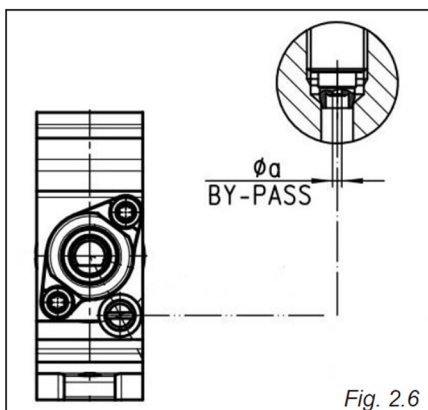

Fig. 2.6
Les robinets de la table de cuisson sont équipés de dispositifs de sécurité ; dans ces robinets, la vis de ralenti est située à l'extérieur du robinet (fig. 2.6).
- Retirez le bouton du robinet et, à l'aide d'un tournevis, intervenez sur la vis "A" (fig. 2.6) jusqu'à ce que la flamme soit conforme à la flamme souhaitée.